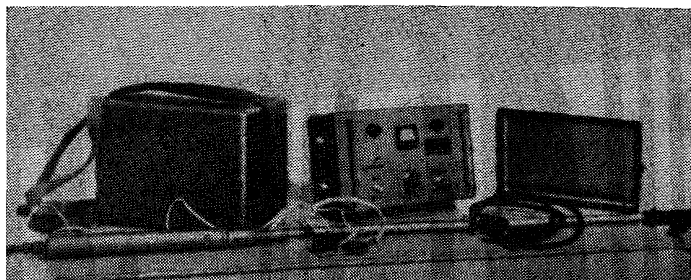

Рис. 30. Трубокабеленскатель ТПК-1
5.2. Трубокабелеискатель ТПК-1 (рис. 30) предназначен для поиска металлических трубопроводов или кабелей при съемке подземных коммуникаций в сложных условиях городов и промышленных предприятий.